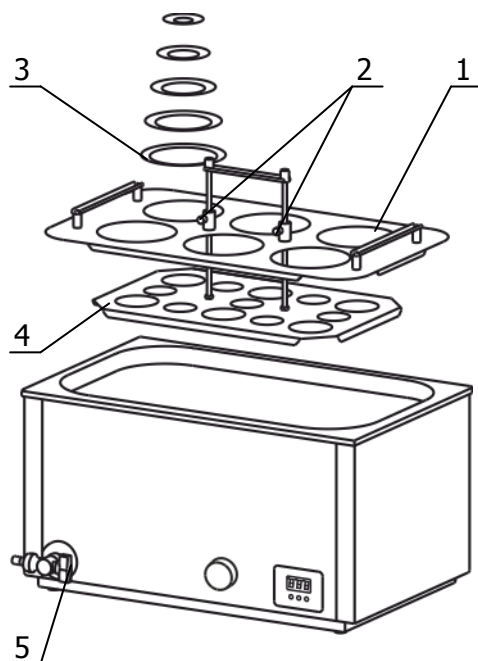

Рисунок 3 — Подготовка к использованию
2.2.2 Установить необходимую глубину подвижного дна корзины 4 (рисунок 3). Для этого ослабить крепежные винты 2, выставить требуемое расстояние между крышкой 1 и дном 4. Зафиксировать крепежные винты 2.
2.2.5 В зависимости от размера емкостей с пробями установить необходимое количество колец 3 (рисунок 3).
2.2.6 При проведении работ по очистке бани, слить теплоноситель через сливной кран 5 (рисунок 3).